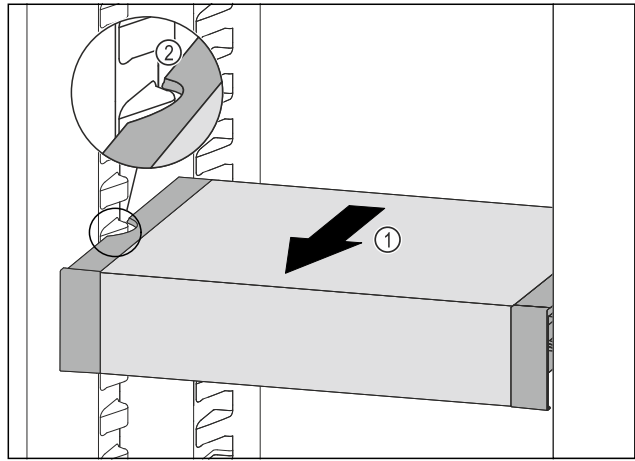

Fig. 205
- Tirer le VarioSafe vers l'avant Fig. 205 (1) jusqu'à ce que les encoches latérales du VarioSafe se trouvent au niveau de la nervure du bac dans la partie réfrigérateur.
- Fig. 205 (2)